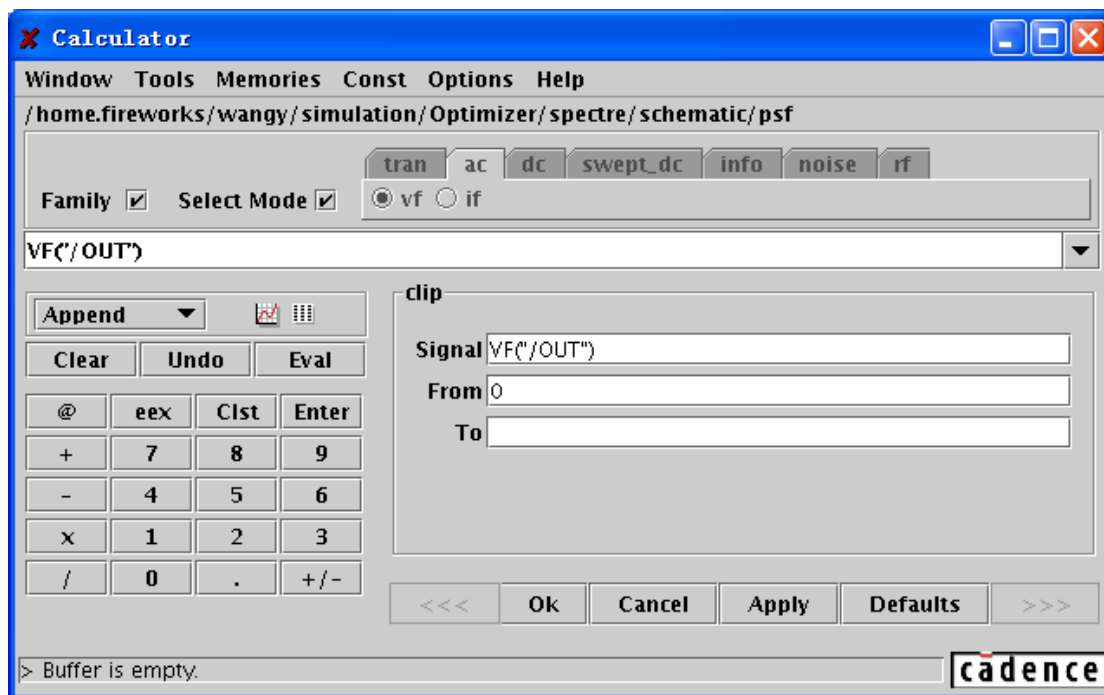

图 8.34 “clip” 的设置窗口
- 2) 在函数窗口中点击 “clip” 函数。然后函数窗口将变为如图 8.34 所示的 “clip” 对话框。